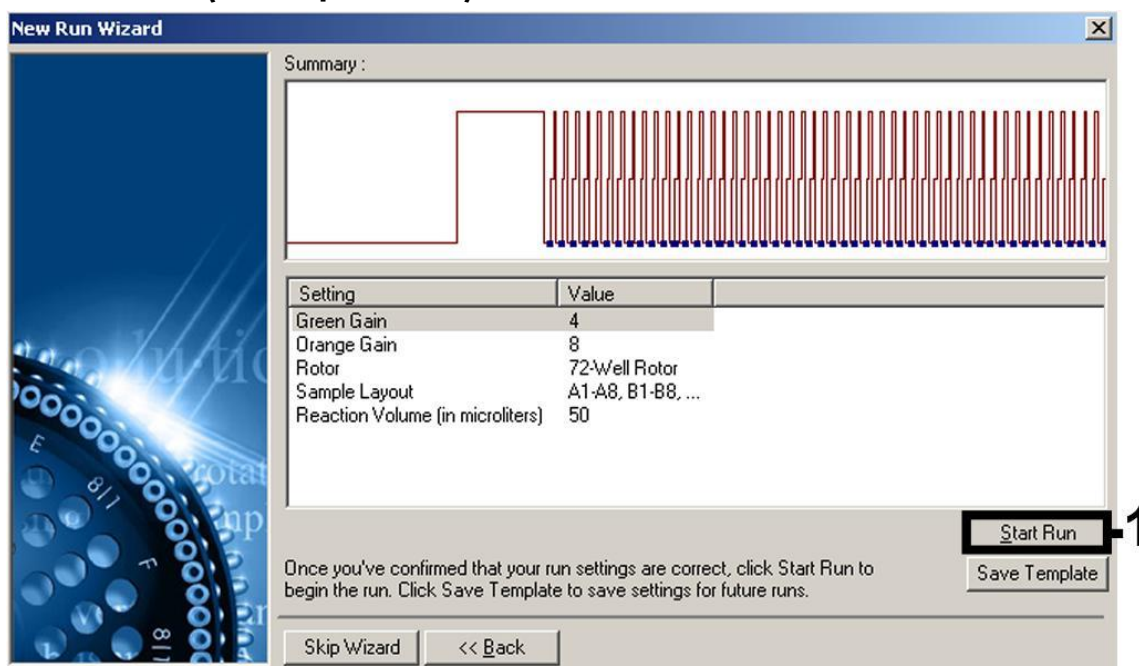

Figura 11. Avvio del processo. Si noti che sul Rotor-Gene 3000 il software definisce i coloranti di fluorescenza come "FAM/Sybr" e "ROX".
Avvio del processo	Figura 11
- 10. I valori del gain determinati con la calibrazione del canale sono salvati automaticamente e sono elencati nell'ultima finestra del menu della procedura di programmazione (Figura 11). Cliccare su "Start Run" (Avvio processo).**